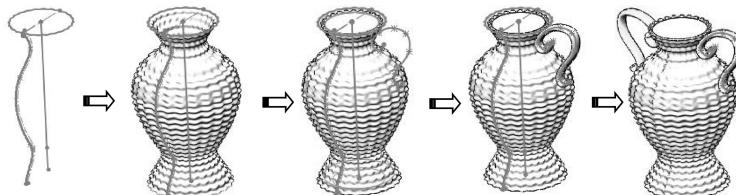

图 4-112 建模流程图解
- (1) 利用草图功能绘制造型曲线。
- (2) 利用扫描曲面功能设计瓶身和手柄。
- (3) 建模流程的图解如图 4-112 所示。